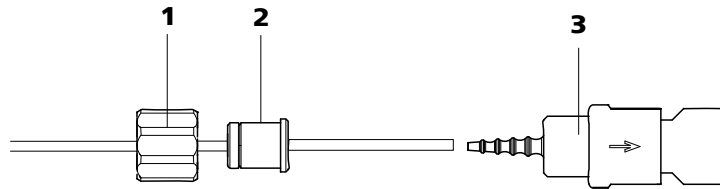

Figure 28 Installer une connexion pour tuyau de pompe avec filtre
- **Cas A:** une connexion pour tuyau de pompe **avec filtre** 6.2744.180 (voir Figure 28, page 50) ou